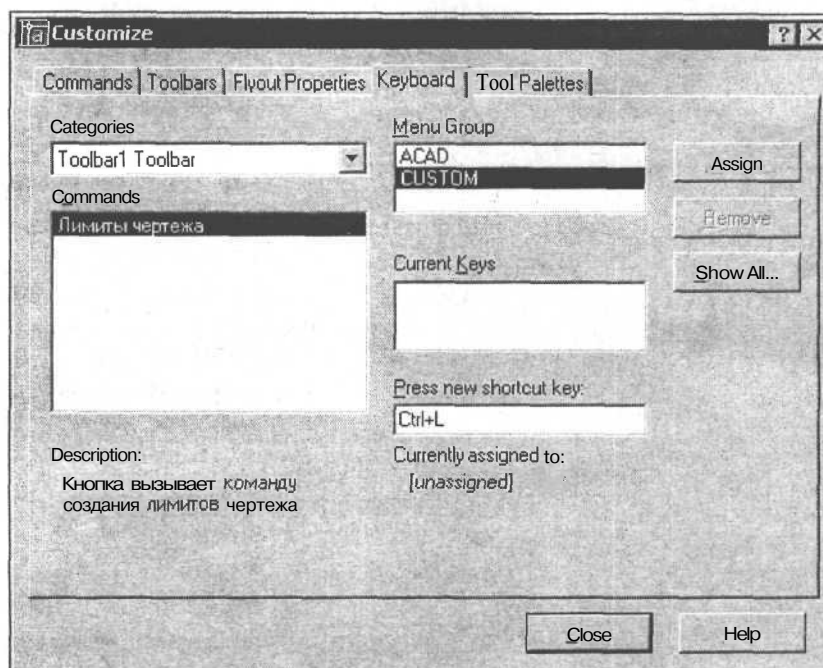

Рис. 4.12. Вкладка **Keyboard** диалогового окна **Customize**
1. Откройте меню **Tools** (Сервис) и выберите в нем **Customize** (Адаптация), а затем в дополнительном меню выберите **Keyboard** (Клавиатура). Появится диалоговое окно **Customize** (Адаптация) на вкладке **Keyboard** (Клавиатура) (рис. 4.12).